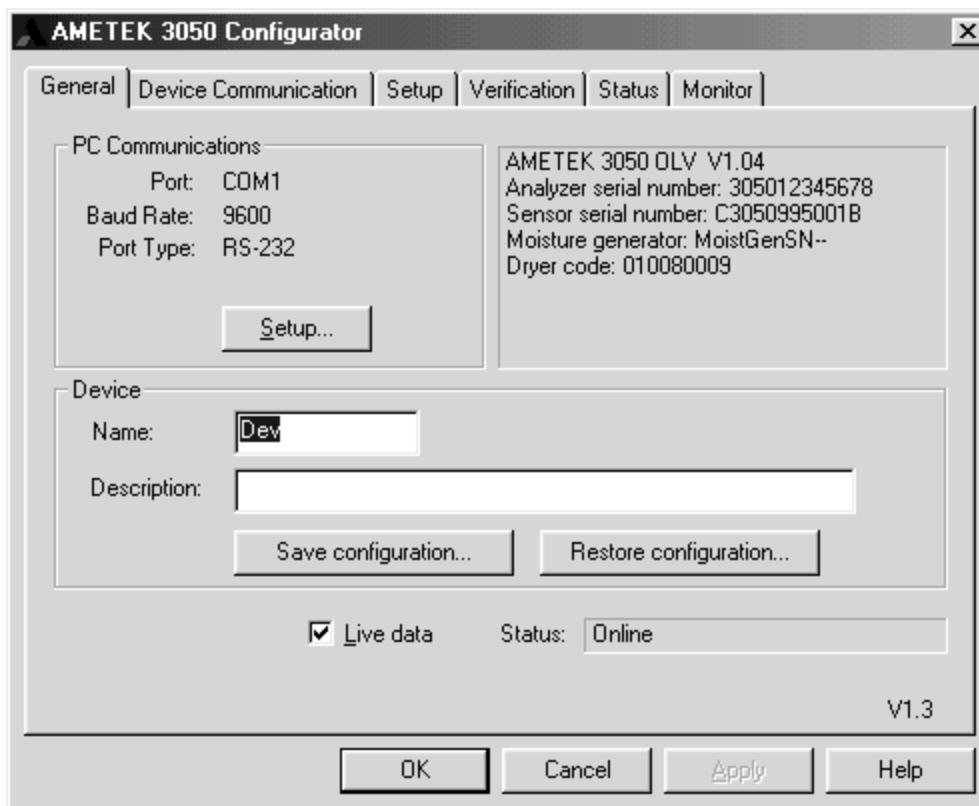

Figure 3.1. : Configurateur AMETEK 3050-OLV - Onglet Généralités
1. Définir l'équipement et les réglages de communication à l'aide de l'onglet Généralités. Se reporter aux Figures 3.1 et 3.2.